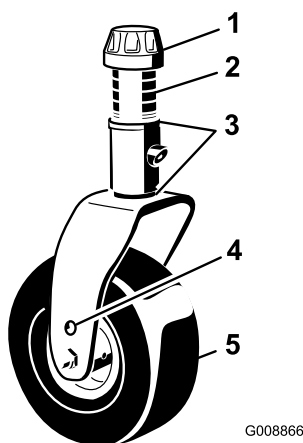

Figura 84
1. Retire el casquillo tensor del husillo y deslice el husillo fuera del brazo de la rueda giratoria (Figura 84).